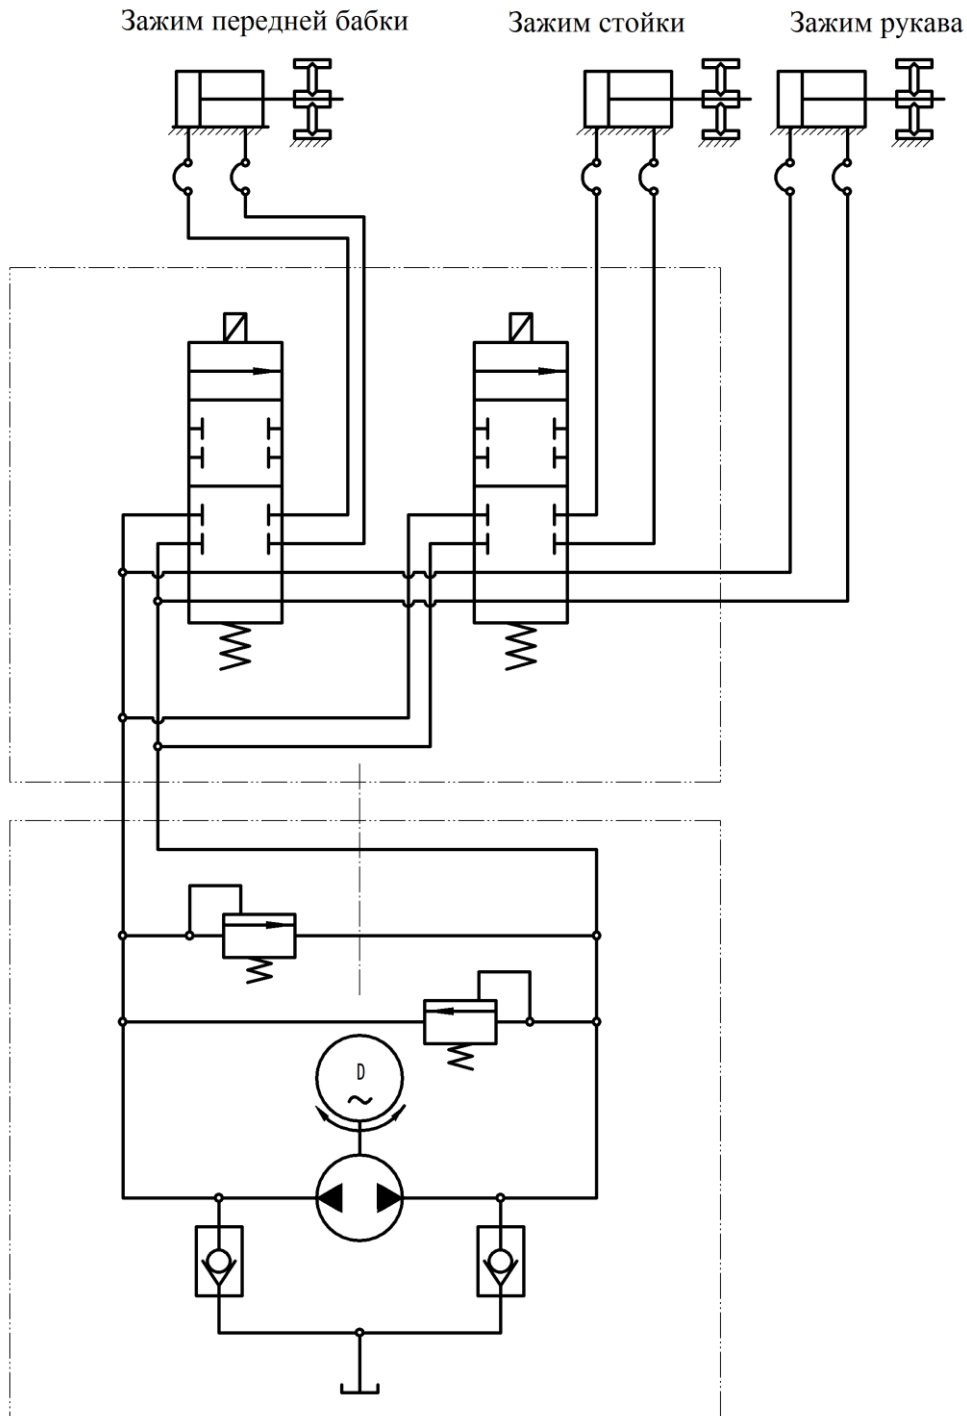

Рис. 8.1
8.2 Зажим гидравлической системы (Рис. 8.1)